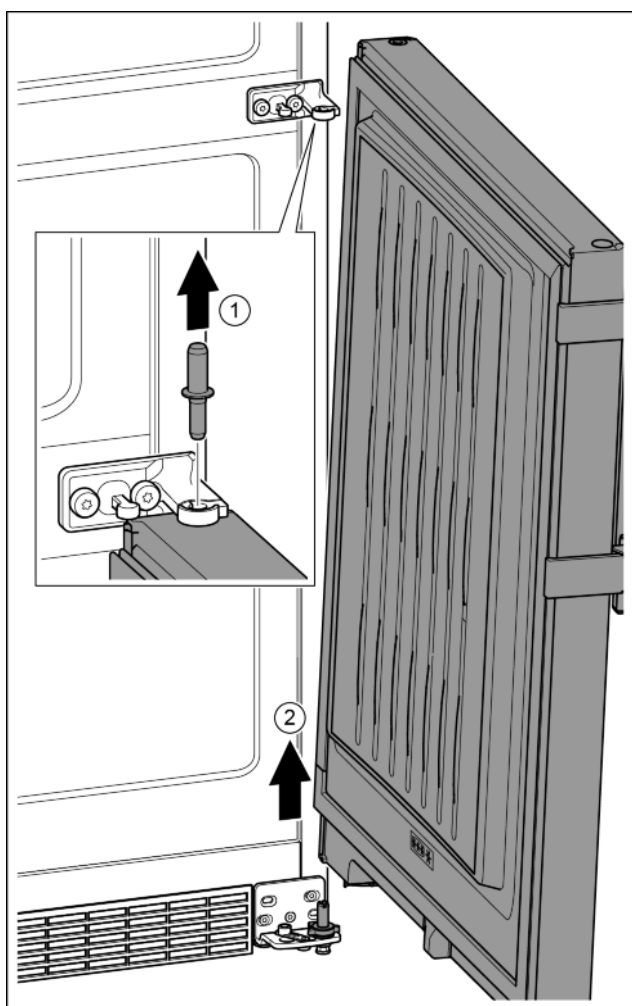

Fig. 11
- ▶ Sworznie wyjąć w górę. *Fig. 11 (1)*
- ▶ Drzwi wyjąć pociągając w górę, a następnie odstawić z boku. *Fig. 11 (2)*